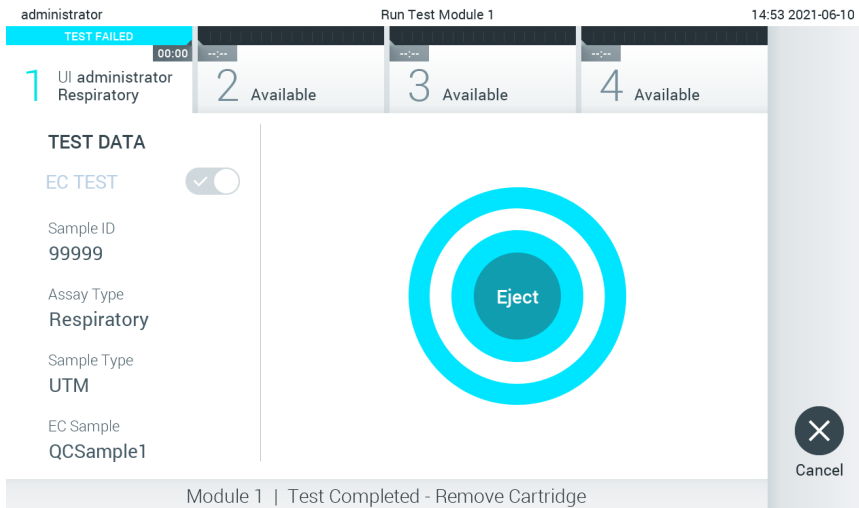

Рис. 96. Відображення екрана Eject (Вийняти).
11. Після завершення тесту з'явиться екран **Eject** (Виймання) (рис. 96). Натисніть **Eject** (Вийняти) на сенсорному екрані, щоб витягнути картридж для аналізу КВІАстат-ДКс (QIAstat-Dx) й утилізувати його як біологічно небезпечні відходи згідно з усіма національними, державними та місцевими нормами й законами щодо техніки безпеки і гігієни праці.